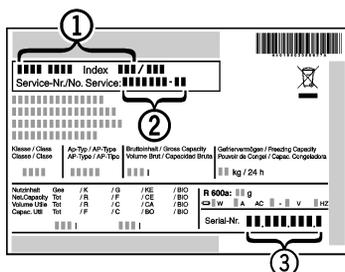

Fig. 12
▶ Наименование устройства Fig. 12 (1), сервисный № Fig. 12 (2) и серийный № Fig. 12 (3) считайте с заводской таблички. Заводская табличка находится внутри устройства слева.
- ▶ Обратитесь в сервисную службу и сообщите вид неисправности, наименование устройства Fig. 12 (1), сервисный № Fig. 12 (2) и серийный № Fig. 12 (3).